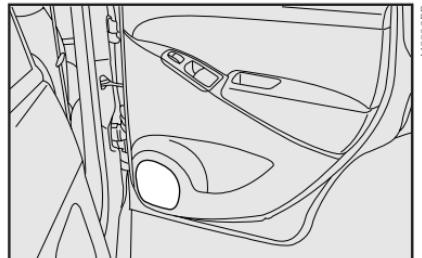

fig. 119
- Altosparlantes (bocinas) traseros **fig. 119**.